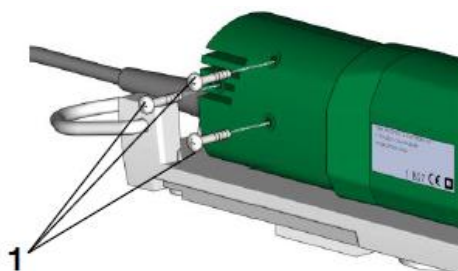

Fig. 14 Changement de charbon MB 20/2 et MB 20/3 (1)
- Desserrer les 3 vis (1) du boîtier et retirer les deux demi-coques (fig. 14).